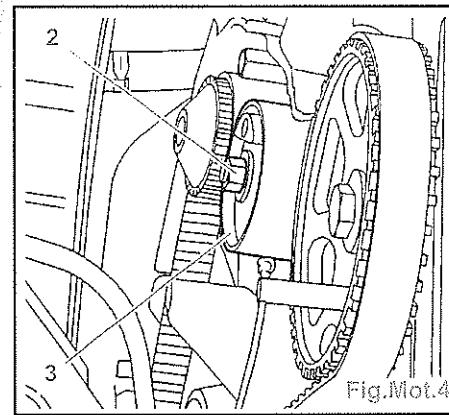

Fig.Mot.4
- Desserrer l'écrou (2) (Fig.Mot.4).
- Détendre complètement la courroie en agissant sur le galet tendeur (3).